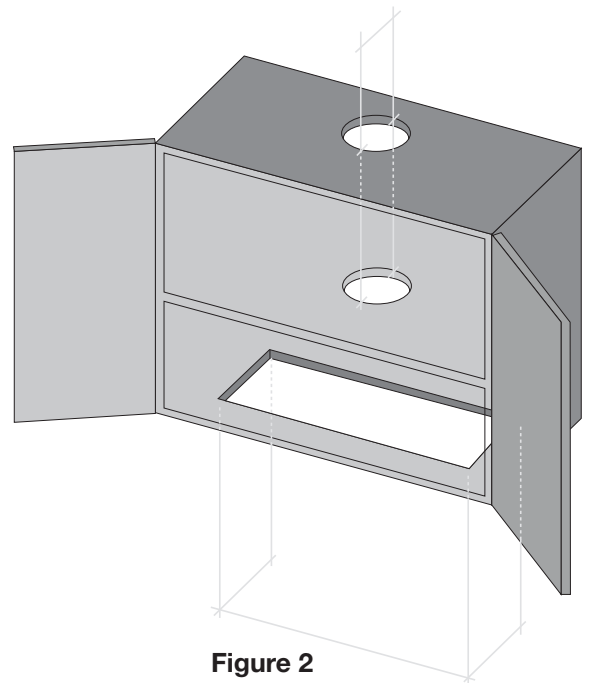

Figure 2
- Mesurez et découpez un trou dans le haut de l'armoire pour l'adapter au conduit de ventilation. (Voir figure 2)